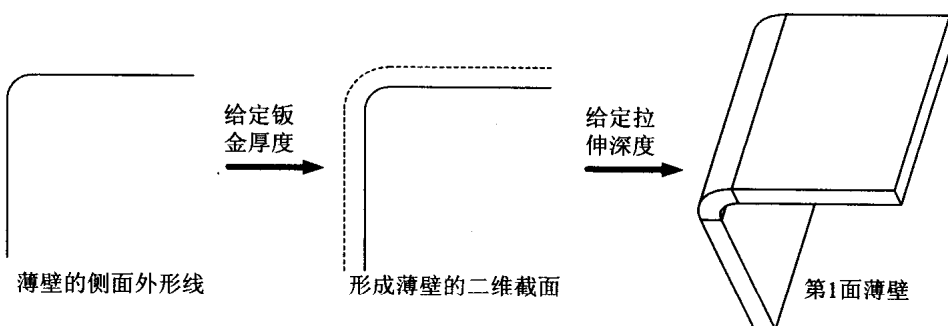

图 1.13
2. Extruded(拉伸): 绘制薄壁的侧面外形线, 给定钣金厚度值, 然后将侧面延展一个深度值, 长成薄壁实体, 如图 1.13 所示。